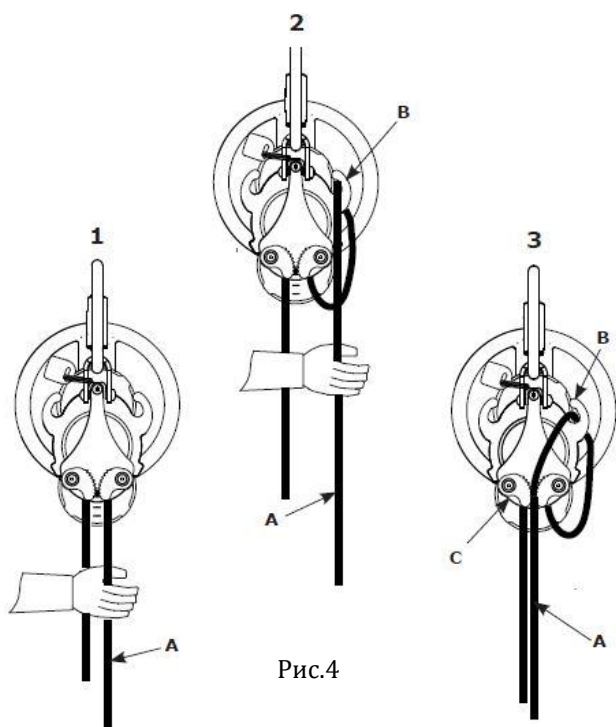

Рис.4
Спуск можно замедлить, прервать или прекратить, используя следующие методы (см. рис. 4)*:
Поверните колесико (RH), чтобы поднять пострадавшего и освободить его от соединительно-амортизирующей подсистеме и присоединить его к системе спасения и эвакуации. Зафиксируйте свободный конец страховочного каната при помощи удерживающего элемента устройства для спуска и кулачковых стопоров (см. рисунок 4). Отсоедините подсистему пострадавшего для защиты от падения (строп, СЗВТ и т. д.).
ВАЖНО. После достижения места нахождения пострадавшего спуск можно прервать, крепко ухватившись за свободный конец каната. (См. рисунок 4.) Если присутствует помощник спасателя, он может продеть свободный конец каната через удерживающий элемент и зафиксировать его при помощи кулачковых стопоров для предотвращения нежелательного спуска в то время, когда первый спасатель присоединяет к устройству пострадавшего.
Спустите пострадавшего в безопасное место. Для начала спуска отпустите свободный конец каната. Скорость спуска будет контролироваться автоматически и удерживаться в пределах, описанных в разделе 1.2, при помощи центробежного тормоза устройства. Чтобы замедлить или прервать спуск, крепко ухватитесь за свободный конец страховочного каната (см. рисунок 4). Согните колени для подготовки к приземлению. После приземления отсоедините страховочный канат от страховочной привязи. Все спуски необходимо фиксировать в журнале спусков (раздел 7).